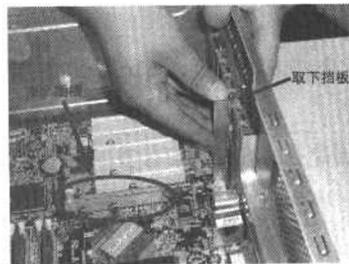

图 1-34 AGP 插槽与挡板
- ② 在主板上找到相应的插槽，然后将主板上的 AGP 插槽与机箱后面对应的挡板取下，如图 1-34 所示。